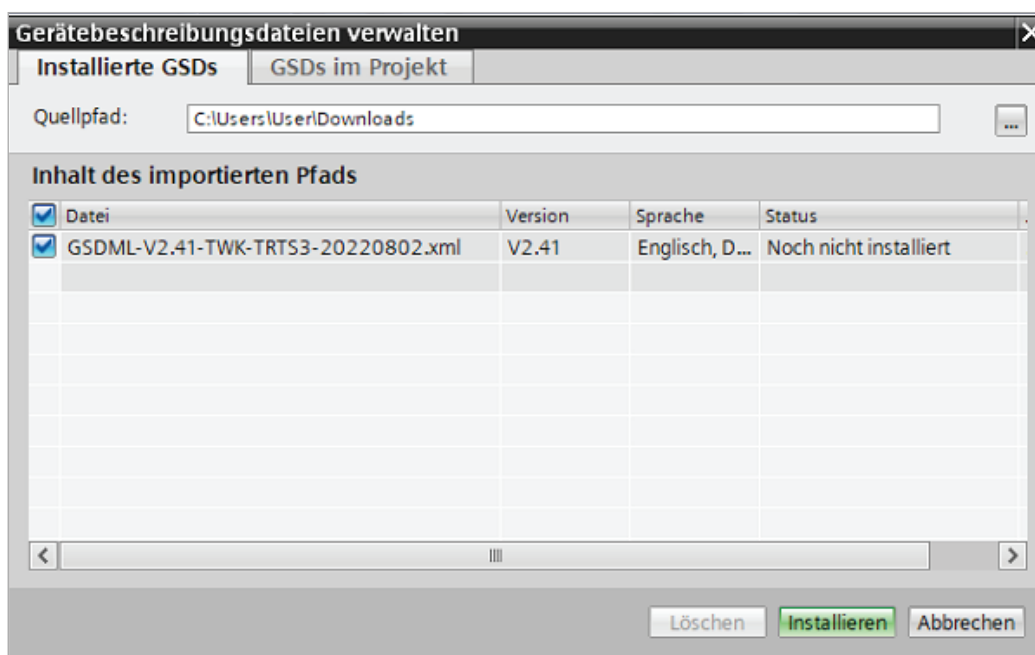

Abb.: 3
- Stellen Sie den Quellpfad ein, wählen Sie die passende GSD-Datei aus und klicken Sie auf installieren (siehe Abbildung 3).